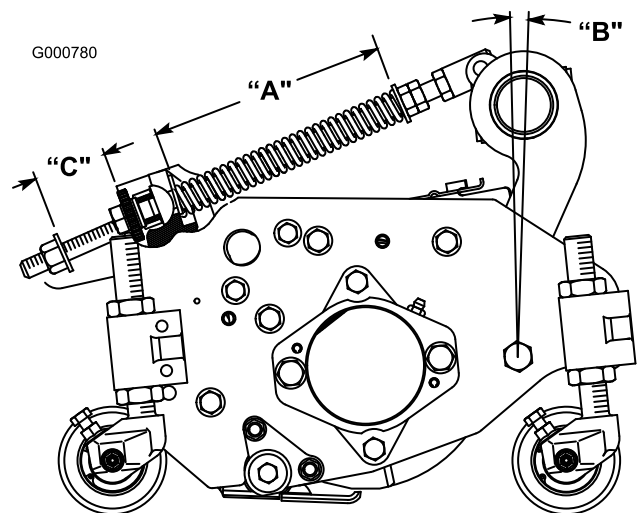

図 8
ターフ補正スプリング(図 8)は、キャリア・フレームとカッティングユニットをつないでおり、前後の揺れの大きさの調整と、移動走行中や旋回動作中の地上高の調整を行っています。
1. スプリングロッド後部のロックナットを締めて、すきま(C)を25 mmとする(図 8)。
2. スプリングロッド前部の六角ナットを締めて、スプリング(圧縮状態)の長さ(A)が20.3 cmになるようにする(図 8)。
ケット後部とワッシャ前面のすきま (C) を38 mm としてください(図 8)。
**注** スプリングの圧縮長さ (A) が **短くなる** ほど前から後ろへの重量移動が**前から後ろ**への重量移動が大きくなり、キャリア・フレームの傾斜角度 (B) が小さくなります。
**注** すきま (C) が**大きくなる**ほどカッティングユニットの地上高は**小さくなり**、キャリア・フレームの傾斜角度 (B) が**大きくなり**ます。